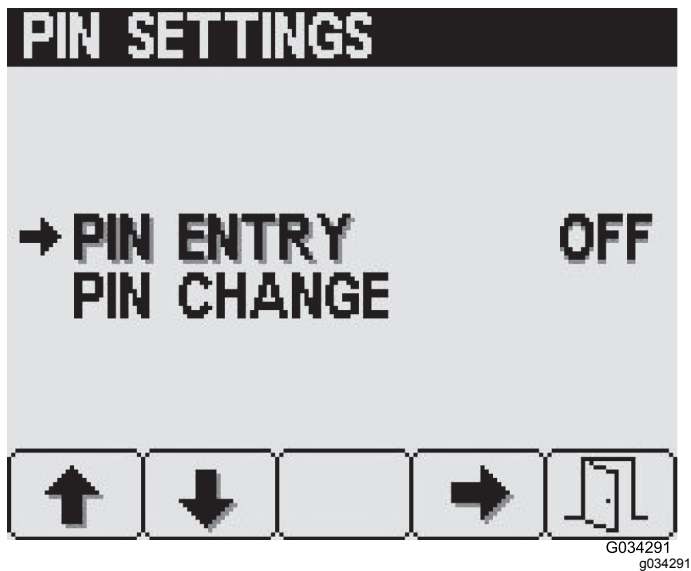

Figure 25
1. Appuyez sur le bouton 1 ou 2 pour sélectionner l'option SAISIE DU CODE PIN (Figure 25).